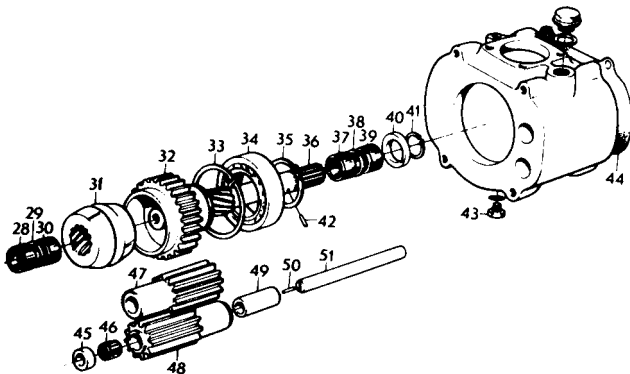

Fig. 4
2. Extraire l'arbre (36, fig. 4.). Remarque : noter les roulements à aiguilles (28 et 30) et la rondelle entretoise (29).
1. Enlever les bouts de papier adhésif et extraire les axes (51, fig. 4) des satellites (47 et 48). Sortir les roulements (46) et les douilles d'écartement (49) en les poussant du doigt.
2. Vérifier tous les roulements, les bagues et les pignons du carter intermédiaire. S'il faut remplacer les pignons (32, 47 et 48) ou le roulement (34), effectuer les opérations de 4 à 8 ci-après. Etant donné que le roulement (34) est toujours soumis à de fortes tensions lors du démontage, il faut les jeter et les remplacer par des pièces neuves.
3. Remonter en place les axes de satellites (51), les douilles d'écartement (49), les roulements (46) et les bagues (45).
4. Enlever le circlips (35).
5. Extraire le pignon (32) en se servant du mandrin 884263. Veiller à ce que les dents du planétaire s'engagent bien dans les entredents des satellites.
6. Enlever le circlips (33).
7. Extraire le roulement (34) au moyen du mandrin 884168.